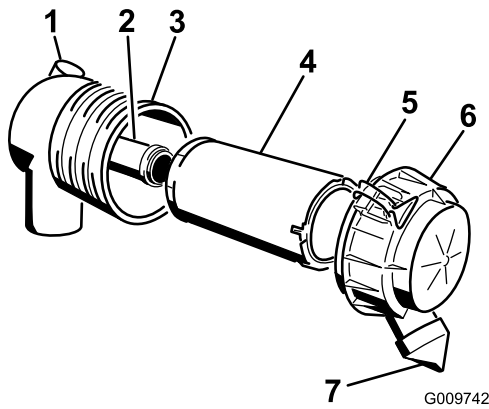

Bild 29
Wichtig: Warten Sie den Luftfilter nur, wenn die Wartungsanzeige rot ist (Bild 29). Das frühzeitige Auswechseln des Luftfilters erhöht nur die Gefahr, dass Schmutz in den Motor gelangt, wenn Sie den Filter entfernen.
4. Lösen Sie die Riegel am Luftfilter und ziehen Sie die Abdeckung vom Gehäuse ab (Bild 29).
- Wenn Sie den Sicherheitsfilter auswechseln, schieben Sie den neuen Filter vorsichtig in das Filtergehäuse (Bild 29).
- Schieben Sie den Hauptfilter vorsichtig auf den Sicherheitsfilter (Bild 29). Stellen Sie sicher, dass dieser einwandfrei einliegt, indem Sie beim Einbauen auf den äußeren Rand des Filters drücken.
- Bringen Sie die Luftfilterabdeckung mit der Seite an, auf der UP gestanzt ist, und rasten Sie die Riegel ein (Bild 29).
- Schieben Sie den Hauptfilter vorsichtig aus dem Luftfiltergehäuse heraus (Bild 29). Vermeiden Sie ein Anstoßen des Filters an der Seite des Gehäuses.